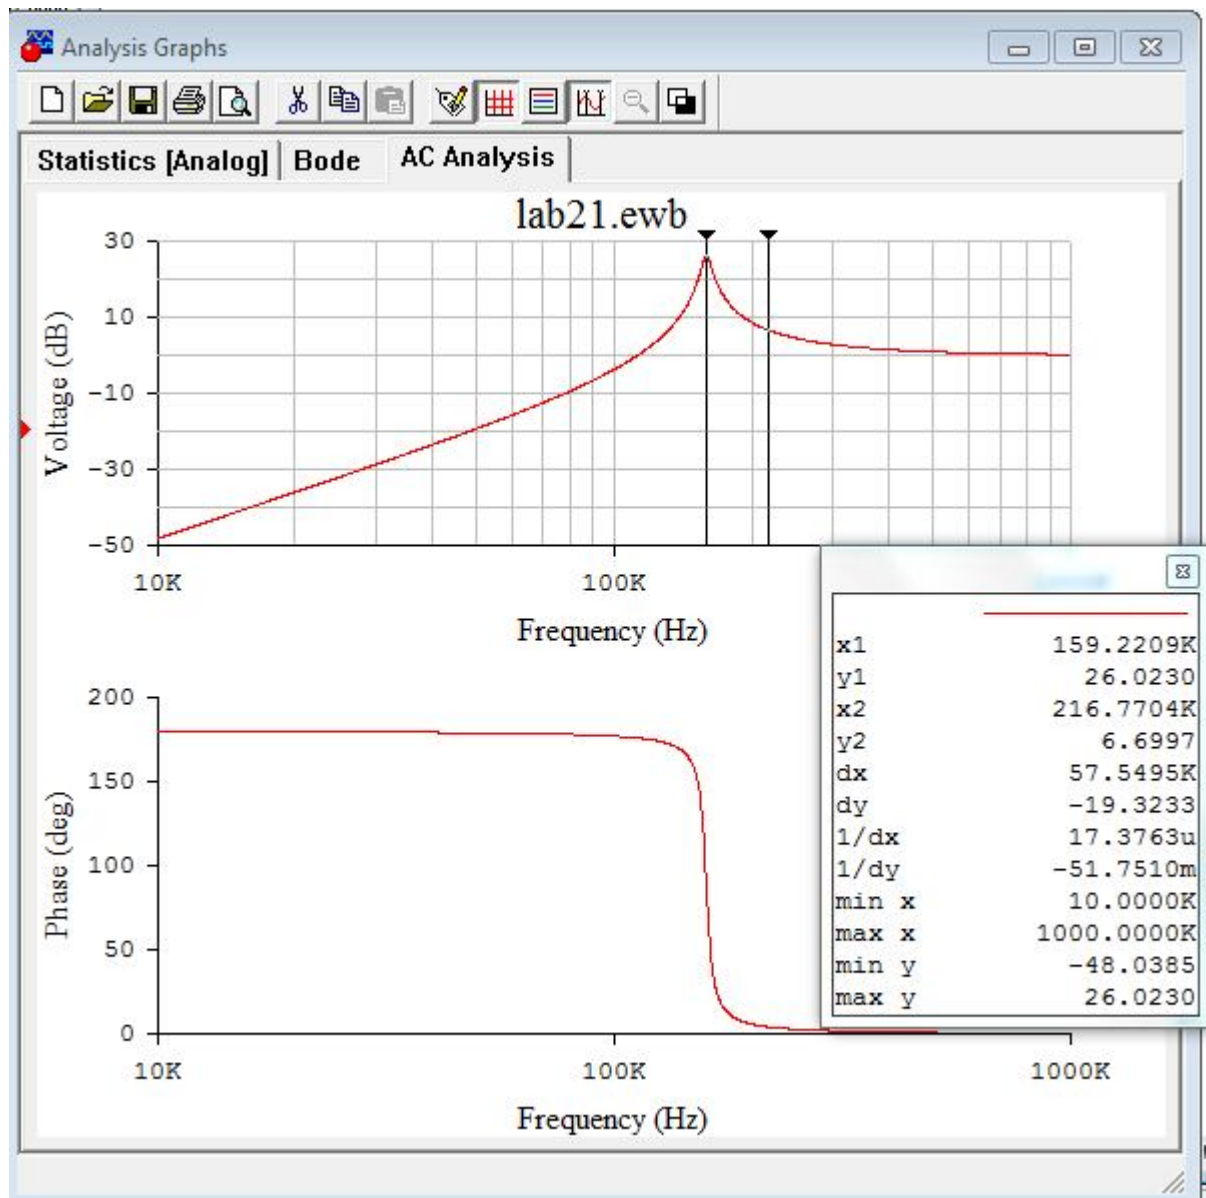

Рисунок 4.21 – Заміри резонансної частоти
4.3. Виміряти за допомогою візирів резонансну частоту, яка становить приблизно 159,22 КГц (рис. 4.21).